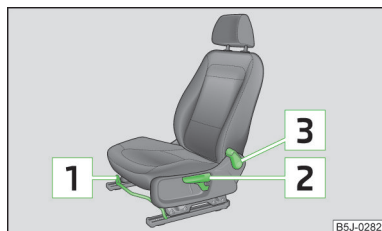

Fig. 39
- Tirare verso l'alto (nella parte centrale) la leva **1** » fig. 39 e spingere contemporaneamente il sedile nella posizione desiderata.
- Se si desidera sollevare il sedile, tirare la leva **2** verso l'alto o pompare » fig. 39.
- Sbloccare l'inclinazione del sedile (senza appoggiarsi), tirare la leva **3** all'indietro e quindi regolare con la schiena l'inclinazione desiderata dello schienale » fig. 39.